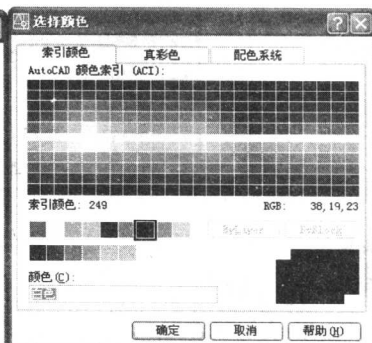

图 2-4 选择颜色
(3) 单击“中心线”层对应的“颜色”项, 打开“选择颜色”对话框, 选择红色为该层颜色, 如图 2-4 所示。确认返回“图层特性管理器”对话框。